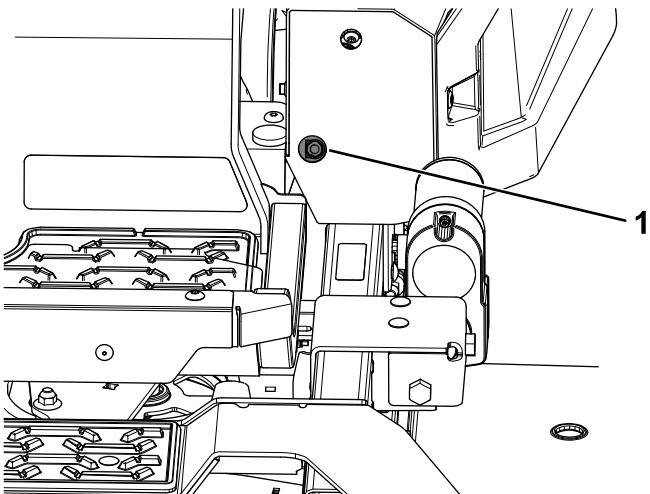
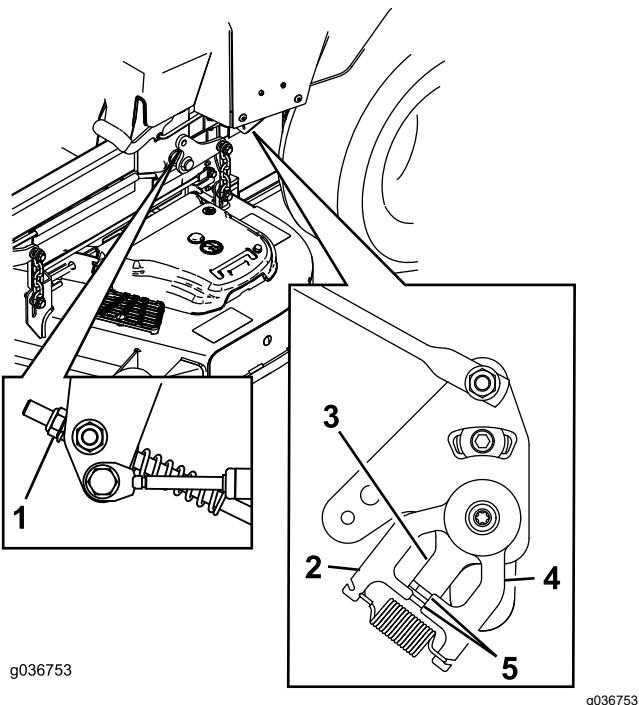

Figure 81
Figure 82
11. Ajuste la longitud de las varillas de control de las bombas girando la tuerca en el sentido apropiado, hasta que las ruedas se muevan ligeramente en marcha atrás (Figure 81 y Figure 82).